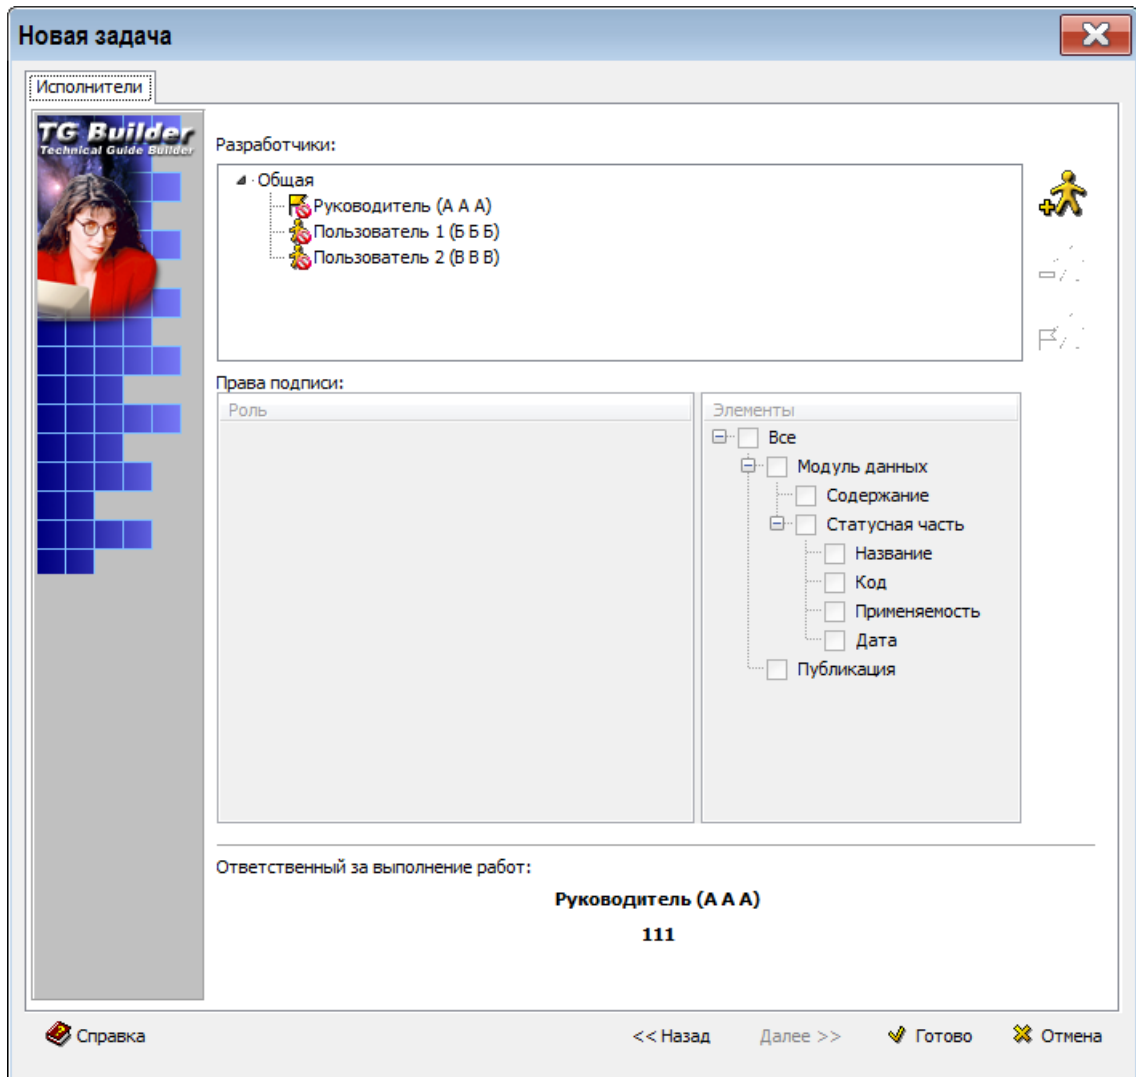

Рисунок 70
8) На вкладке **Исполнители** в списке разработчиков появятся пользователи (рисунок 70).